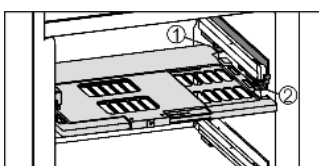

Fig. 16
- Vložení police s regulací vlhkosti: Výstupky vika police zespod zaveďte do zadních držáků *Fig. 16 (1)* a vpředu zaklesněte do držáku *Fig. 16 (2)*.